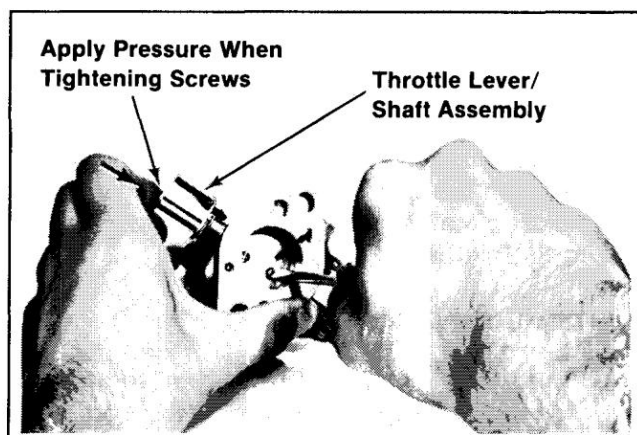

Figure 6-27. Installation du levier/de l'arbre de l'accélérateur.
3. Appliquez une pression du doigt sur le levier/l'arbre de l'accélérateur pour le maintenir fermement en place contre le pivot du corps. Faites tourner l'arbre du papillon jusqu'à ce que la plaque du papillon ferme complètement l'alésage sur tout son périmètre ; puis serrez les vis. Reportez-vous à la Figure 6-27.